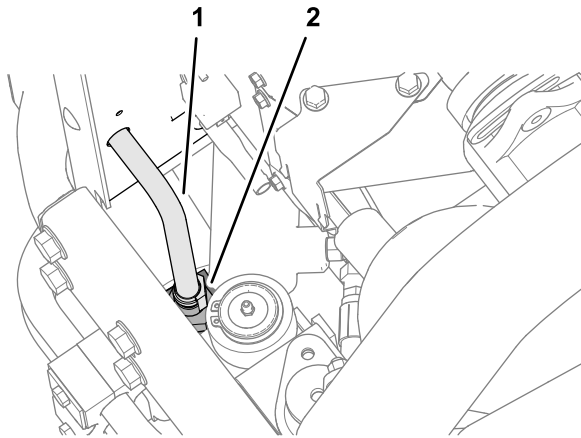

Рисунок 13
3. Отсоедините выпускную трубку охладителя гидросистемы от штуцера в верхней части головки фильтра гидравлической системы (Рисунок 13).